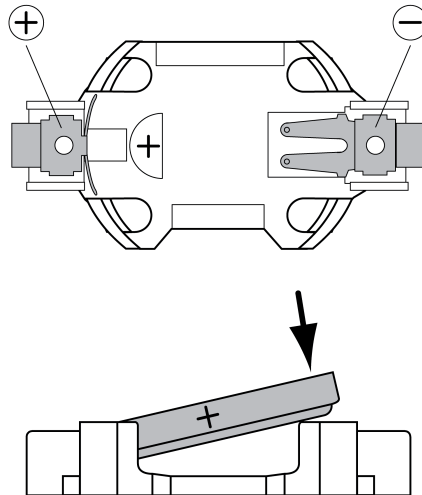

Figure 6: Insérer la batterie
- Placer la nouvelle batterie sur le contact plus du logement de batterie (figure 6). Lors de cette opération, veiller à ce que la polarité soit correcte : le pôle plus de la batterie doit se situer en haut.